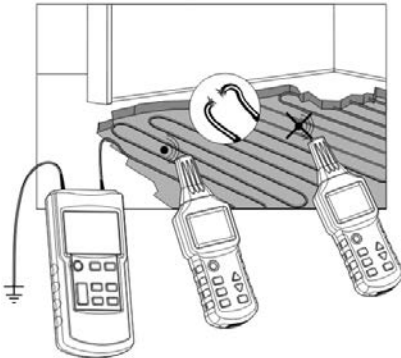

Abb.13a
- Alle nicht betroffenen Leitungen müssen mit der Erde verbunden sein (gem. Abb. 13a).
- Für diese Anwendung ist nicht unbedingt ein zweiter Sender erforderlich, für Anwendung mit einem Sender siehe Abb. 13a.